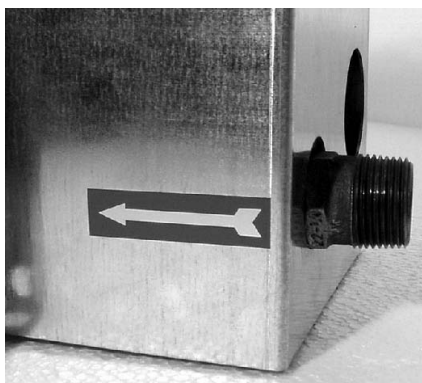
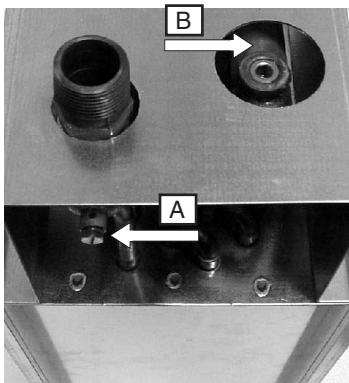
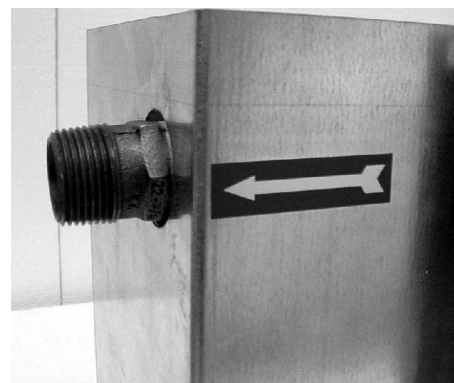

Рис. 1
Рис. 2
Рис. 3
Канальный нагреватель может устанавливаться в горизонтальных или вертикальных каналах с произвольным направлением потока воздуха. Если используется датчик защиты от замерзания, то нагреватель устанавливается так, чтобы подключение с маркировкой "стрелка в направлении батареи" (рис. 1) находилось внизу.
При установке нагревателя в горизонтальном канале слив воды из батареи производится через выпускной ниппель (маркировка A на рис. 2), если медная трубка пластин установлена горизонтально. Горизонтальная установка облегчает также продувку батареи.
3. Нагреватель снабжен соединителем для подключения датчика защиты от замерзания, размер Rp 1/4 (маркировка B на рис. 2).
4. Если используется датчик защиты от замерзания, то впускная труба подключается к трубе нагревателя, имеющей маркировку "стрелка в направлении батареи" (рис. 1), а выпускная труба - к трубе с маркировкой "стрелка от батареи" (рис. 3). Если датчик не используется, то впуск воды производится через нижнюю соединительную трубу. Впускная труба снабжена дренажным ниппелем, а выпускная - ниппелем для продувки согласно рис. 2 и 4.